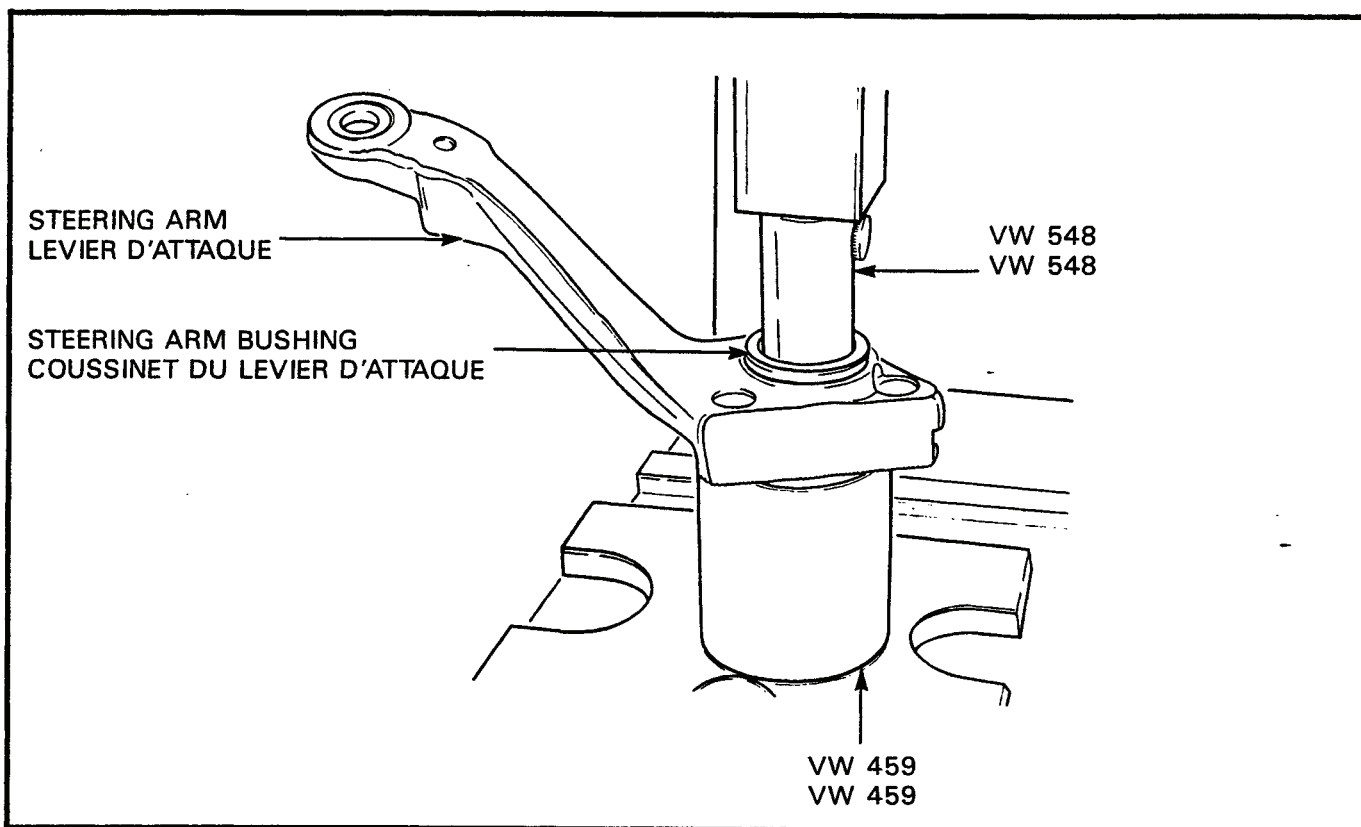

Figure 3-4-10 Removal of Steering Arm Bushings
(4) Clean and inspect the trunnion pivot. If the pivot wearing surface is pitted, scored or measures less than 29.80 mm on the large diameter, or less than 24.97 mm on the small diameter, replace the pivot.	(4) Nettoyer et inspecter l'axe du tourillon. Remplacer l'axe du tourillon si sa surface d'usure est piquée, rayée ou mesure moins de 29.80 mm sur le gros diamètre, ou moins de 24.97 mm sur le petit diamètre.
(5) Remove the steering arm dust boot.	(5) Enlever le soufflet pare-poussière du levier d'attaque.
(6) Slide the felt ring from the trunnion pivot.	(6) Glisser la rondelle de feutre hors de l'axe du tourillon.
(7) Using VW tools 548 and 459, press the steering arm bushings from the arm, see Figure 3-4-10.	(7) Au moyen des outils VW 548 et 459, enlever les coussinets du levier d'attaque. Voir figure 3-4-10.
(8) Clean the inside surface of the bushing housing and inspect the housing for damage. Replace the steering arm if necessary.	(8) Nettoyer la surface intérieure du logement du coussinet et vérifier si celui-ci est endommagé. Remplacer le levier d'attaque si requis.
(9) Clamp the steering arm in the vise with the top of the arm facing up.	(9) Serrer le levier d'attaque dans l'étau en plaçant le dessus du levier d'attaque vers le haut.